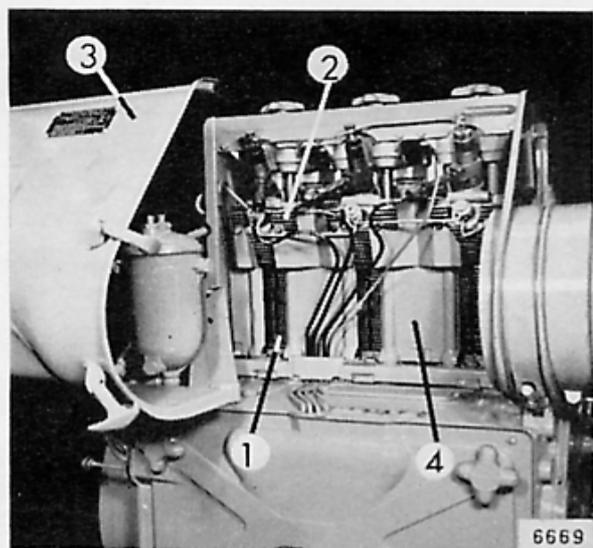

Fig. 17
Ces soins sont de toute importance lorsque les conditions d'exploitation sont particulièrement salissantes. Une croûte de poussière formée sur les ailettes de refroidissement des cylindres (1) et des culasses (2) – Figure 17 –, en particulier en présence d'huile et de combustible, abaisse considérablement la fonction de refroidissement de celles-ci.